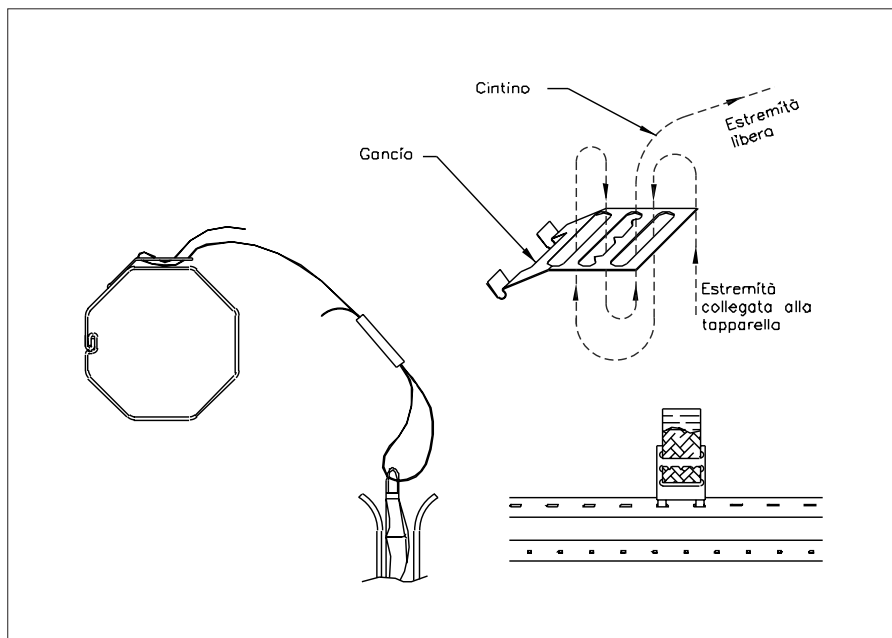

Fig. 6.2
- Collegare l'estremità libere dei cintini ai rispettivi ganci nel modo descritto in fig. 6.2 e agganciarli ai tubi in maniera equidistante;